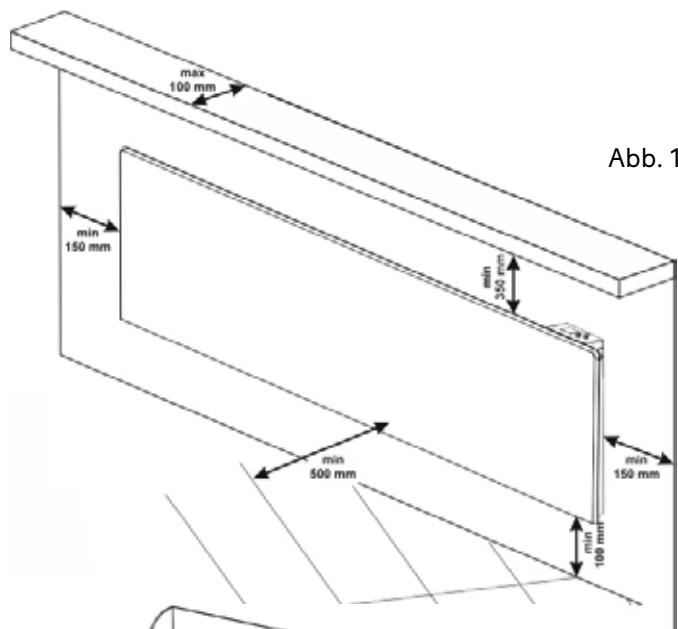
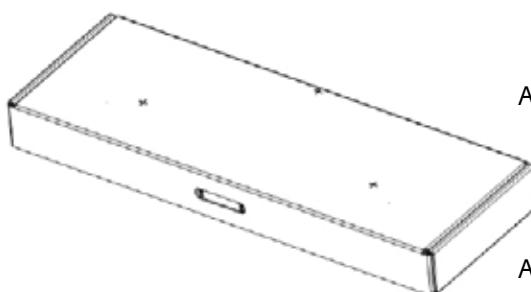
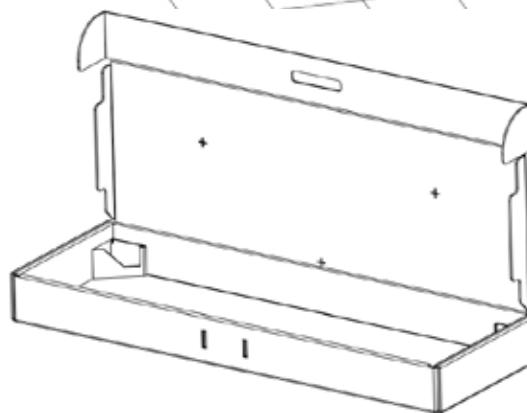

Abb. 1
Abb. 2
Abb. 3
- Den Montageort auswählen und die drei Befestigungspunkte für die Bohrungen markieren. Danach mit einem Bohrer mit Ø 6 mm Löcher an den markierten Stellen in die Wand bohren (Abb. 1). Als Hilfe können die mit einem + gekennzeichneten Löcher in der Verpackung als Schablone verwendet werden (Abb. 2).
- Die Position an der Wand entsprechend den in Abbildung 1 genannten Maßen wählen. Den Karton öffnen und an die Wand halten (Abb. 3). Danach die markierten Löcher auf die Wand übertragen.